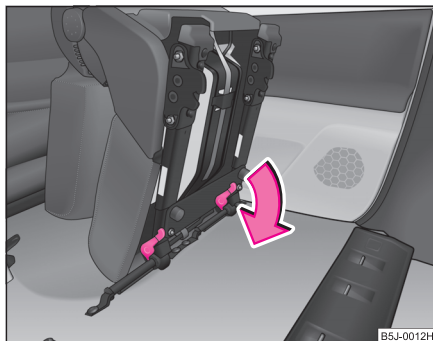

Fig. 55 Desbloqueo del asiento abatido
- Desbloquear el asiento abatido presionando los bloqueos de asiento en sentido de la flecha ⇒ **fig. 55**.
- Abatir el asiento exterior hacia delante ⇒ página 77 y desbloquearlo ⇒ página 78, fig. 55.